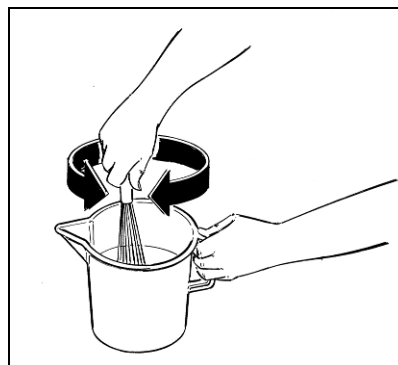

Fig. 29
- Diluer et mélanger, dans un récipient à part, le produit avec de l'eau ou du lait selon les instructions du producteur (voir figure 29) et sans dépasser les quantités suivantes :